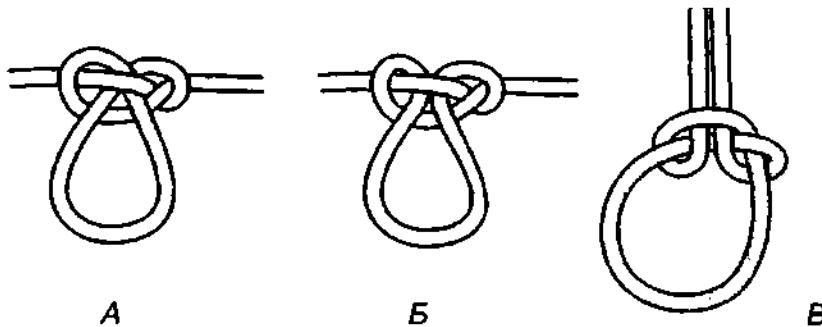

Рис. 164. **Бурлацкая петля.** А – с перекрещенными плечами; Б – с параллельными плечами; В – вывернутая (деформированная) бурлацкая петля.
**Бурлацкая петля** вяжется из *сваечного узла*, поэтому связать её можно как на конце, так и на средине длинного трёса (рис. 164). **Бурлацкая петля** способна выдержать большие нагрузки, которые могут быть приложены в любом из трёх направлений. Пока узел окончательно не затянут, размер петли может быть легко и быстро отрегулирован. Если **бурлацкую петлю** наспех затянуть, то она может вывернуться (рис. 164 В). Чтобы узел не пополз и не вывернулся, после завязывания его необходимо расправить и аккуратно затянуть, особенно когда петля вяжется на конце трёса и тяга приложена к одному концу.
Некоторые предпочитают вязать **упряженный узел** с перекрученной петлёй (рис. 164 А). Петля перекручивается на завершающем этапе вязки, прежде чем узел будет окончательно затянут. Однако перекрециаемые плечи во время эксплуатации узла часто расправляются, если нагрузка